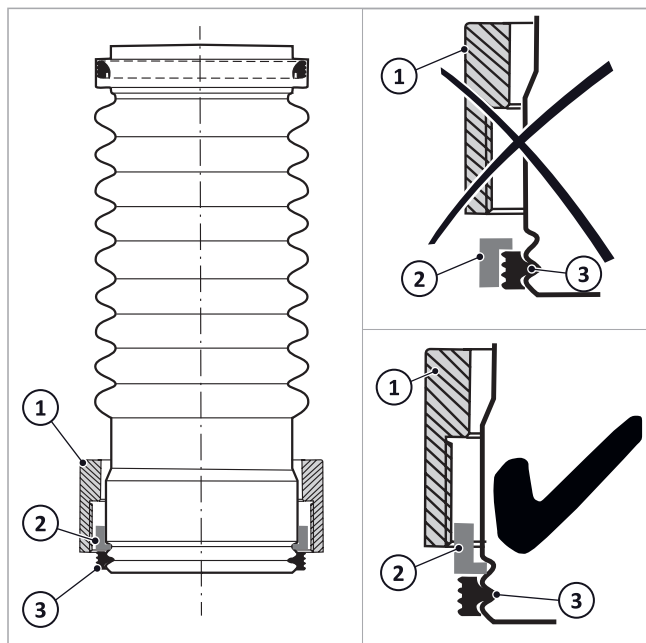

Fig. 58: Unión roscada instalada
3. Según → fig. 58 introduzca en el extremo inferior de la conexión de salida de humos la tuerca de racor (1), el anillo de seguridad (2) y la junta (3).